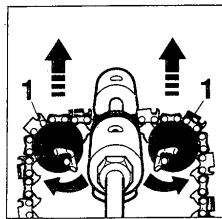

Abbildung 2
1. Führen Sie die Kette durch die beiden Kunststoffhalterungen (1) (Abbildung 2). Stellen Sie die Höhe der Kette durch Drehen der beiden Halterungen (1) (Abbildung 2) in geeigneter Weise ein.